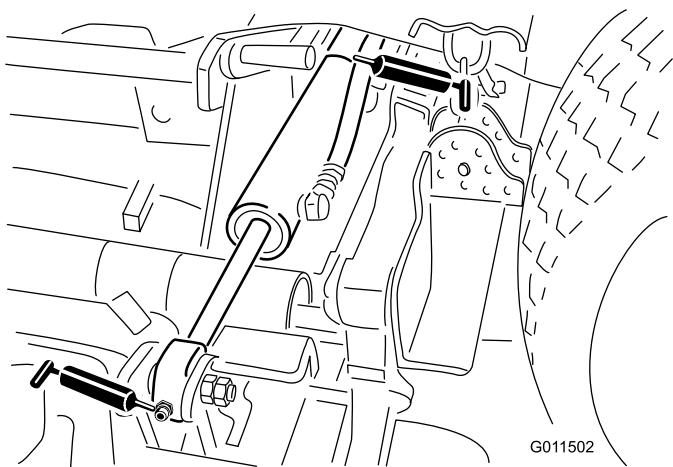

Figura 44
Cilindro de elevação lateral (4) (Figura 44)